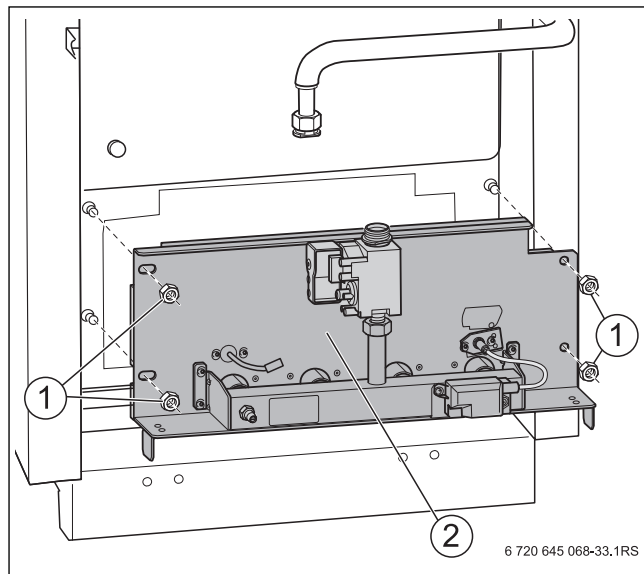

Рис. 41 Снятие крепёжных гаек
- При креплении щитка горелки (→ рис. 41, [2], стр. 37) слегка затяните четыре винта.